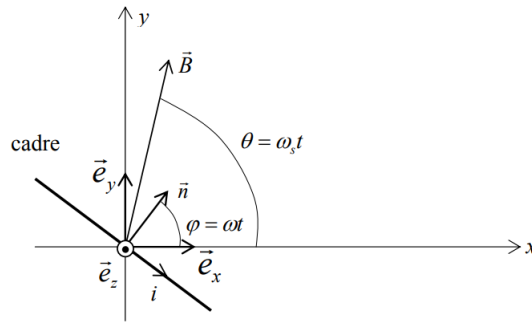

FIGURE 8 – Modélisation du rotor
Le rotor, modélisé par un cadre conducteur rectangulaire de surface S orientée selon la normale $\vec{n}$ tourne autour d'un axe (Oz) avec une vitesse angulaire ω ($\omega \geq 0$) (figure 8).
4. Etablir l'équation différentielle vérifiée par le courant $i(t)$ induit dans le cadre. L'orientation de l'intensité du courant induit est indiquée sur la figure 8 sur laquelle la spire est vue de dessus.